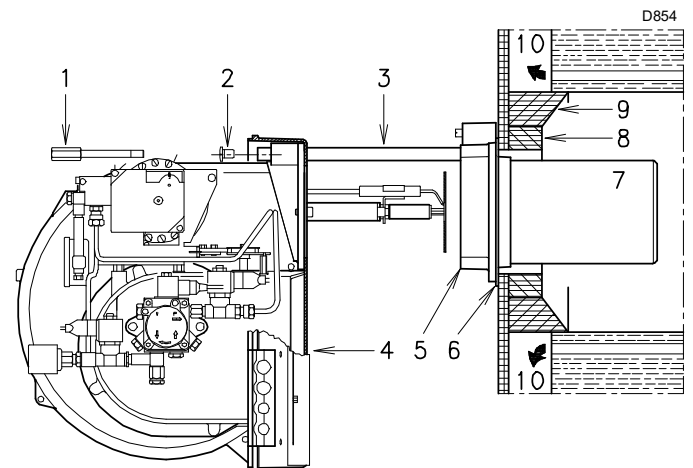

Abb. 11
Für Heizkessel mit vorderem Abgasumlauf 10)(Abb. 11) oder mit Flammenumkehrkammer muss eine Schutzschicht aus feuerfestem Material 8), zwischen feuerfestem Material des Kessels 9) und Flammrohr 7) eingefügt werden.
Bauen Sie das Flammrohr 7) wie folgt aus dem Brenner 4)(Abb. 11) aus:
- den Brenner wie in der Abb. 11 gezeigt nach hinten schieben.